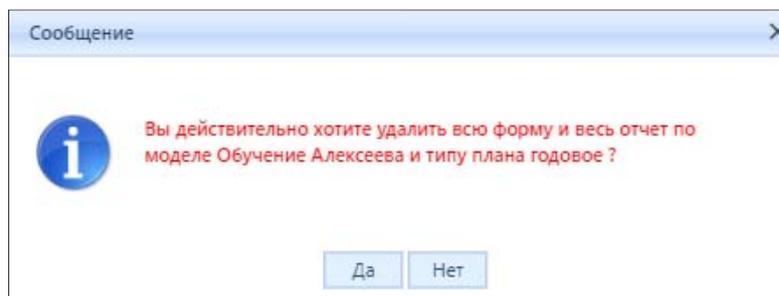

Рисунок 4.5.16 – Предупреждение при нажатии кнопки «Удалить все»
Кнопка (10) «Удалить все» (рис. 4.5.2) позволяет удалить всю форму и весь отчет для используемой модели и указанном типе плана. При нажатии на эту кнопку появится сообщение (рис. 4.5.16):